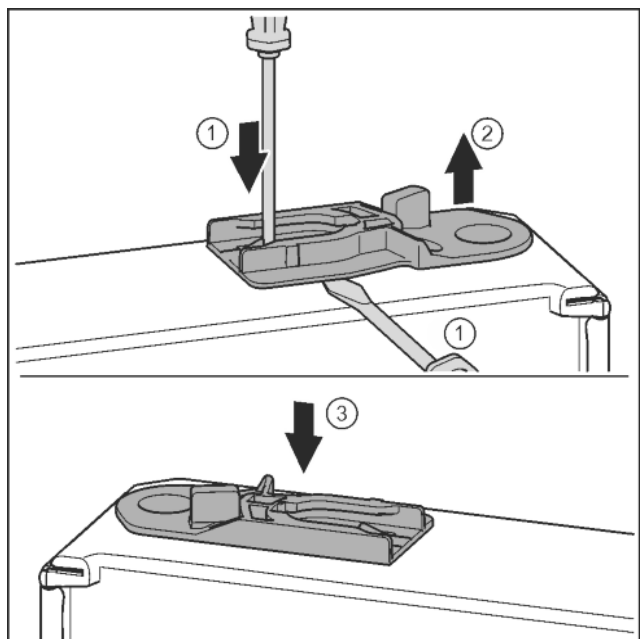

Fig. 35
- ▶ Извлечь направляющее гнездо: нажать накладку шлицевой отверткой и одновременно переместить ее шлицевой отверткой под направляющее гнездо. *Fig. 35 (1, 2)*
- ▶ Прилагаемое при поставке направляющее гнездо вставить на другой стороне корпуса. *Fig. 35 (3)*